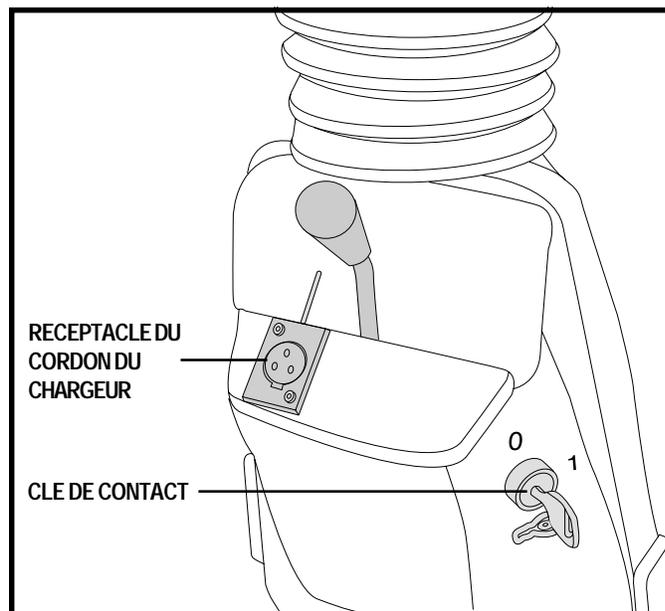

Figure 6. Composantes au bas du guidon
- Insérez la clé sur le contact et tournez-la dans le sens des aiguilles d'une montre pour allumer votre PMV — (1) indique la position allumée. Voir la figure 6.
- Tournez-la dans le sens opposé des aiguilles d'une montre pour éteindre votre PMV — (0) indique la position fermée.